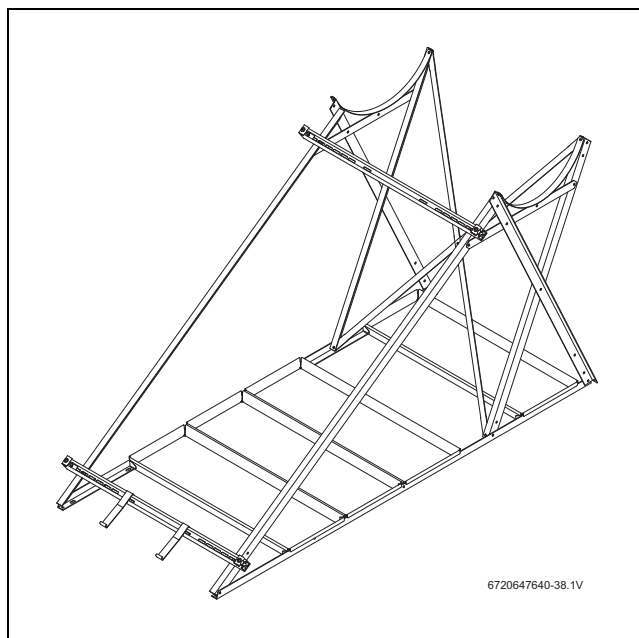

Fig. 29 Soporte para tejado plano fija con placas de hormigón, medidas en mm (sistema de 150/200 l)
- Fijar los perfiles mediante el anclaje en placas de hormigón (Fig. 29).